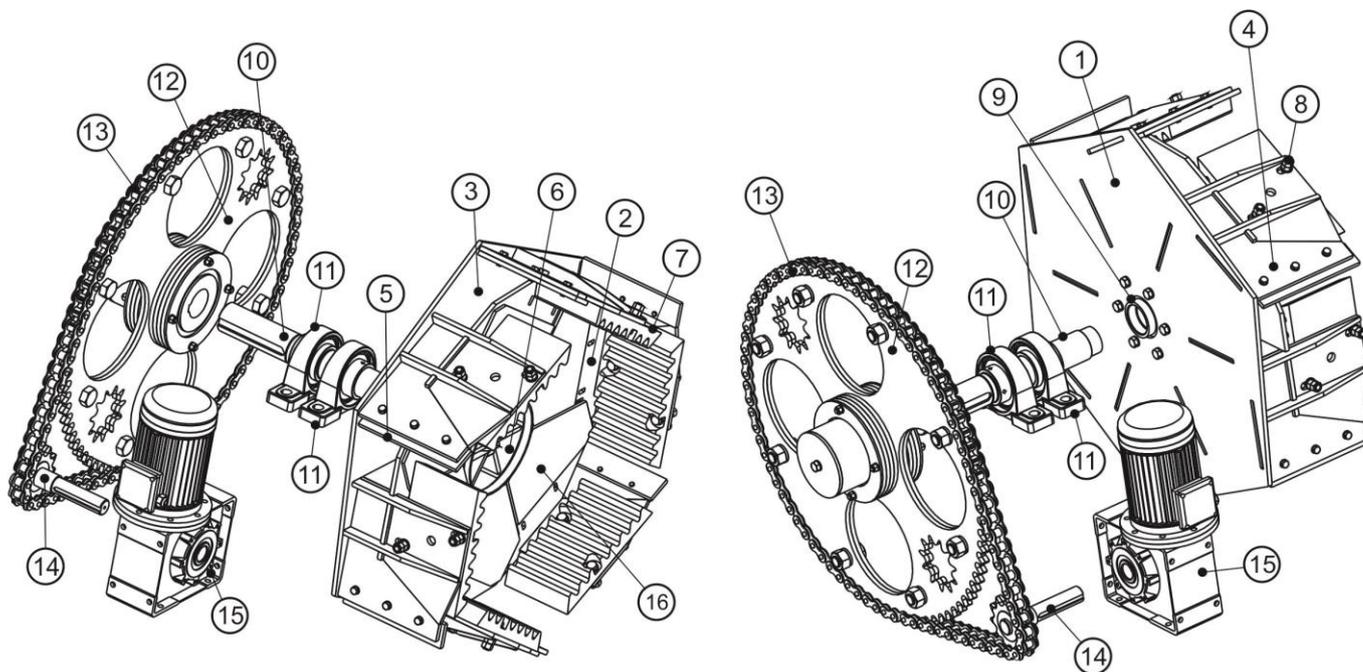

Рис. 7 Элеватор.
Элеватор и его привод (Рис. 7) состоят из: задней шестигранной стенки (1), лобовой стенки (2), образующих направляющие каналы (3), зачерпывающих лопаток (4) с защитными пластинами (5), центральной розетки (6), рифленых отражательных плит (7) и болтов их крепления (8), сварной резьбовой втулки (9), приводного вала (10), подшипниковых опор УСП-216 (11), большой звездочки (12), пластинчатой цепи (13), малой звездочки (14), мотор-редуктора (15), сегментов брони лобовой стенки (16).